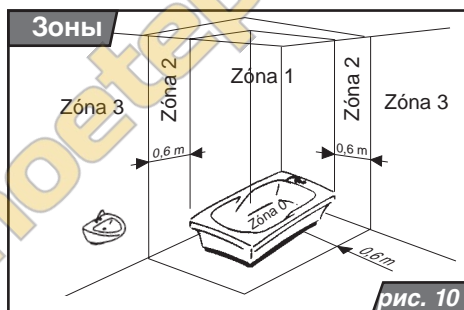

рис. 10
Котлы 24 (12) KTZ и 24 (12) KOZ пригодны для условий зон 2 и 3 (рис. 10), в помещениях с ванной или душем и помещениях с умывальником согласно стандарту СТН 33 2000-7-701; не могут устанавливаться в зоне 0. При установке в указанных помещениях должна быть в соответствии с тем самым нормативом предусмотрена защита от поражения электрическим током.